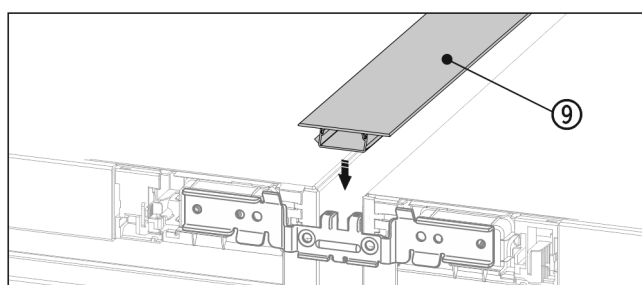

Fig. 20 *
- 在表面，将短护板条 Fig. 20 (9) 压入水平缝隙中。*